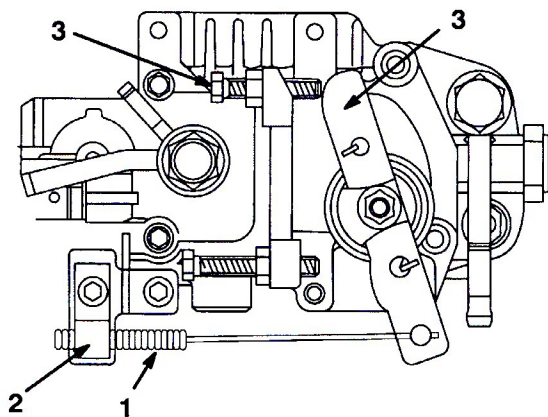

図 49
1. リモート・スロットル・コントロール・レバーを SLOW 位置にする（図49）。
2. チョーク・ケーブルをエンジンに止めているクランプをゆるめる（図49）。
3. 速度コントロール・レバーがアイドル・スピード・ネジに接触するまでケーブルを動かす（図49）。
1. リモート・スロットル・コントロール・レバーを SLOW 位置にする (図49)。
2. アイドル・スピード・ネジのロックナットをゆるめる (図49)。